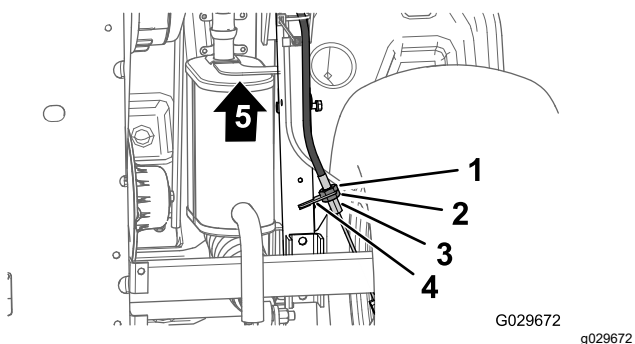

Figure 63
3. Au bas de la machine, desserrez de 4 tours l'écrou de blocage arrière du dispositif de réglage fileté sur le câble de frein de stationnement (Figure 63).
4. Resserrez l'écrou de blocage avant (Figure 63).
- A. Desserrez d'un tour l'écrou de blocage avant (Figure 63) du dispositif de réglage fileté du câble de frein de stationnement.
- B. Resserrez l'écrou de blocage arrière (Figure 63).
- A. Desserrez d'un tour l'écrou de blocage arrière (Figure 63) du dispositif de réglage fileté du câble de frein de stationnement.
- B. Resserrez l'écrou de blocage avant (Figure 63).